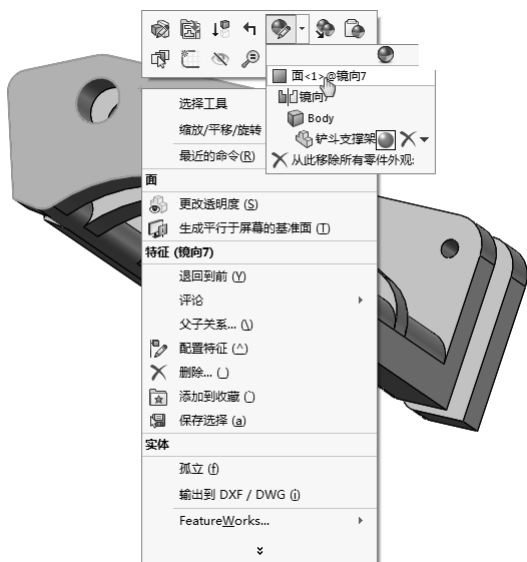

图 8-45 快捷菜单 3
1) 右击图 8-44 所示的面 1，在弹出的快捷菜单中单击  (外观) 按钮，在下拉菜单中选择刚选中的面，如图 8-45 所示。